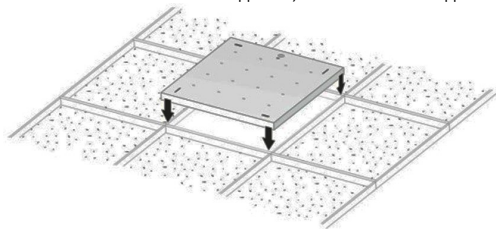

Рисунок 4 — Установка светильника Geniled серии Офис в подвесной потолок.
- Установите светильник Geniled на монтируемое место (Рисунок 4). Следите за тем, чтобы кабель не оказался зажат между элементами конструкции потолка и светильника. Убедитесь, что светильник надежно закреплен на потолке.